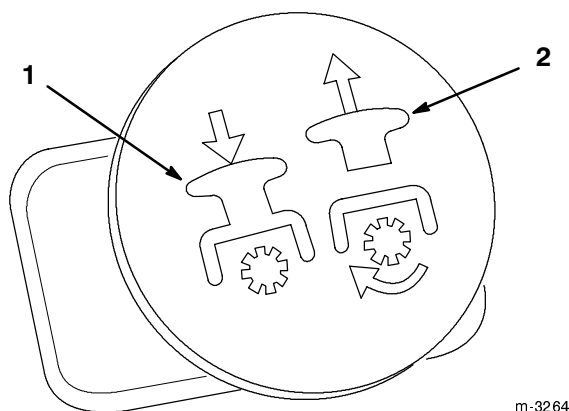

Abbildung 14
3. Den PTO-Schalter auf ON (an) ziehen (Abb. 14).